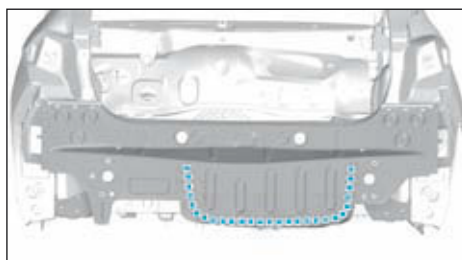

FIG.176
- points bouchons MAG puis meuler les points de soudure (Fig176).